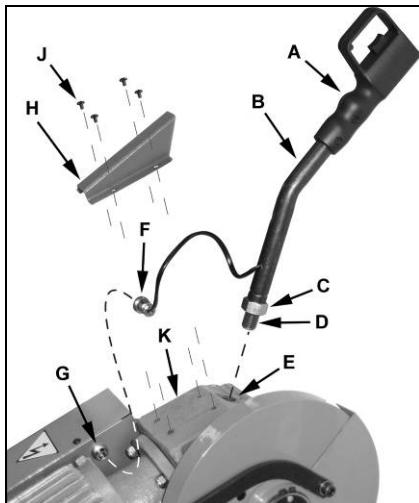

Fig 1
Visser l'extrémité filetée (D, Fig 1) de la poignée (B) dans l'orifice fileté (E).
La machine peut être mise en route et arrêtée par l'interrupteur situé sur la poignée (A, Fig 1).